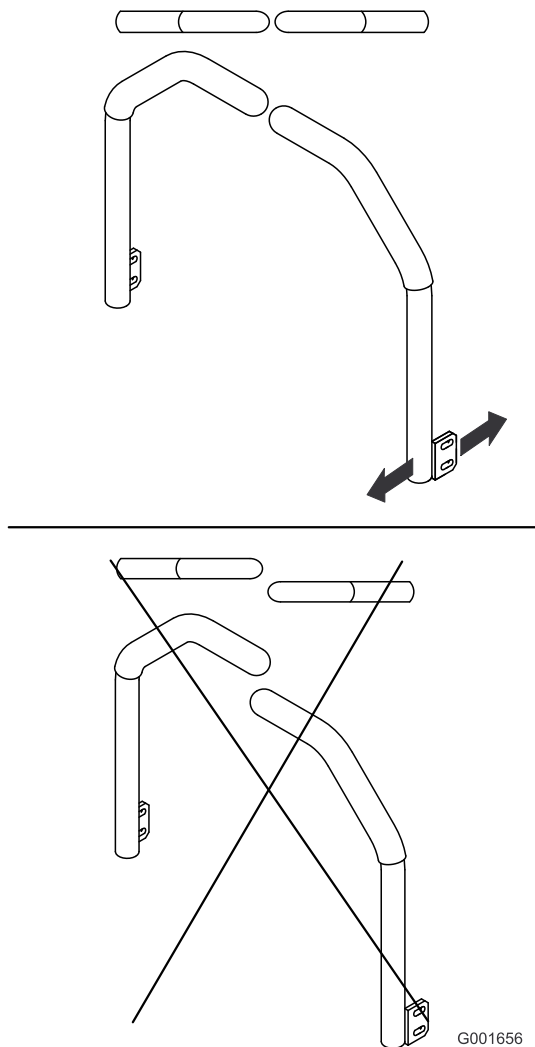

Рисунок 59
5. Отрегулируйте рычаги управления так, чтобы они были выровнены по одной линии, и затяните болты, прикрепив рычаги к стойкам (Рисунок 59).